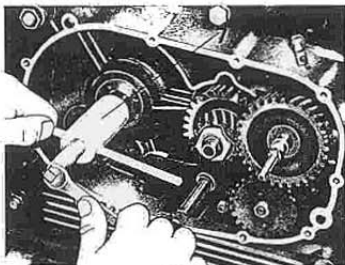

Fig. 76
- sull'albero primario l'anello interno del cuscinetto a rullini adoperando apposito attrezzo n° 10906300 (7 di fig. 76);